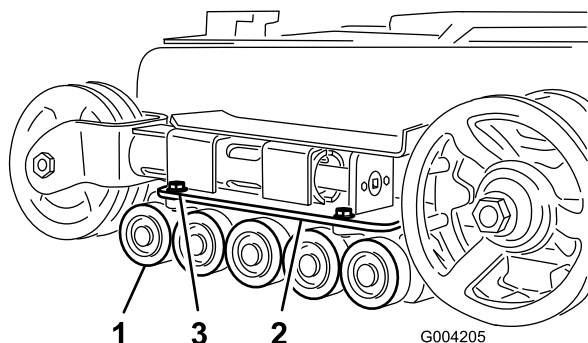

Figure 45
2. Retirez les 4 boulons de fixation de chaque guide-chaîne inférieure qui contient les galets de roulement, et déposez-les (Figure 45).